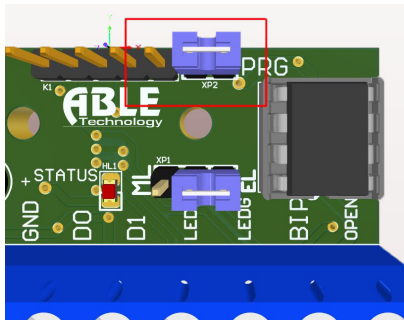

Рисунок 11. Розташування джамперу PRG
- Зніміть джампер PRG (рис. 11) та увімкніть живлення. Прозвучить один довгий сигнал.